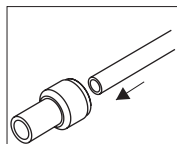

Рис. 4
- 1) Втолкнуть шланг в быстроразъемное соединение (правильно установленный шланг углубляется на 1,5 см в быстроразъемное соединение) (рис. 4).